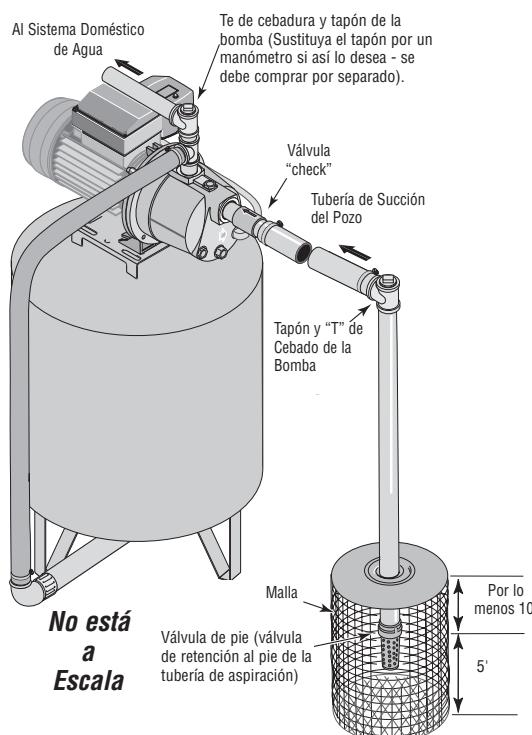

Figura 3: Instalación para agua superficial
INSTALACION PARA AGUA SUPERFICIAL (FIGURA 3)
- Instale una válvula de retención y la tubería de succión (vea la Figura 3). Asegúrese de que la válvula de retención funcione libremente. Utilice cinta de teflón o un compuesto a base de teflón especial para juntas de tuberías den las juntas roscadas de la tubería. Proteja la conexión de la válvula de retención de peces, basura, etc., con la instalación de una malla de alambre a su alrededor (Vea la Figura 3).
- Instale una "T" para cebar, tapón para cebar y la tubería de succión a la bomba (vea la Figura 3). Soporte la tubería para que no haya inclinaciones verticales o hundimientos en ella a fin de que no ejerza tensión sobre el cuerpo de la bomba y con el propósito de que no se incline ligeramente hacia arriba desde el pozo hacia la bomba (los puntos altos pueden ocasionar que se formen bolsas de aire que pueden bloquear la bomba). Selle las juntas de la tubería de succión con cinta de teflón o con un compuesto a base de teflón especial para juntas de tuberías. Las juntas deben ser estancas al aire e impermeables. ***Si la tubería de succión pudiera succionar aire, la bomba no podrá sacar agua del pozo.***